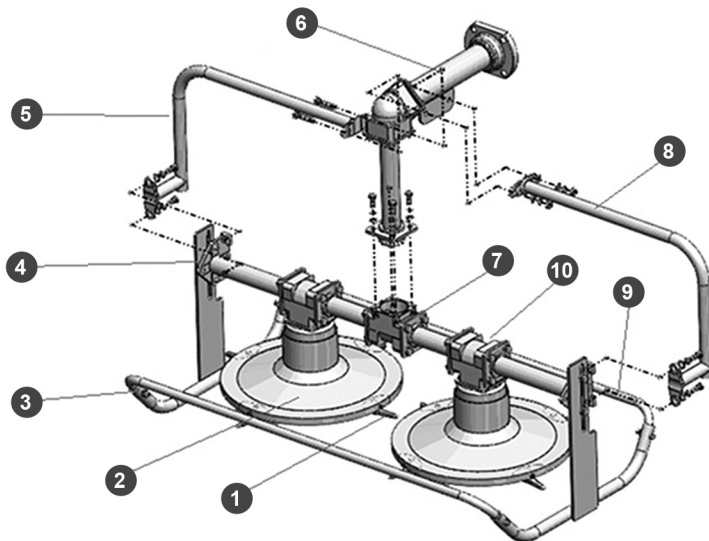

Рис.1 Расположение основных узлов и органов управления
Расположение основных узлов и органов управления косилки представлено на Рис. 1.
6. Отрегулировать высоту скашивания при помощи узла регулировки 4 (Рис.1).
Регулировка высоты кошения осуществляется при помощи узла регулировки высоты 4 (Рис.1).
Регулярно, через каждые 100 часов работы необходимо добавлять в центральный редуктор 7 (Рис.1) косилки смазку CHAMPION EP-0 или солидол ГОСТ 4366-76 в следующем порядке:
- отсоединить консоль 6 (Рис.1);
- отсоединить опорные трубы 5,8 (Рис.1);